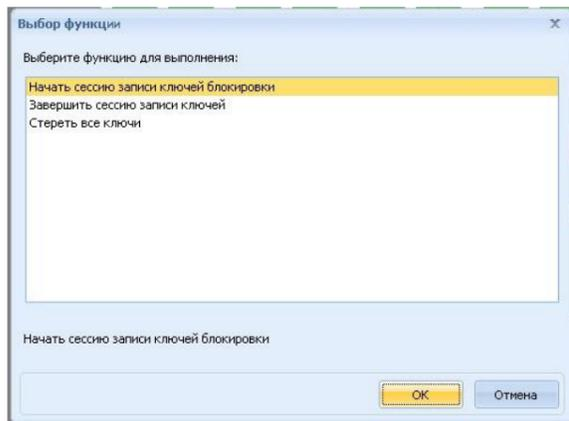

Рисунок 4
- В открывшемся окне (см. рисунок 4), выбрав пункт «Начать сессию записи ключей блокировки», нажать кнопку «ОК», после чего следует поочередно прикладывать ключи к считывателю. Количество записываемых ключей не более 8. Успешная регистрация ключа сопровождается коротким звуковым сигналом. Сообщение в виде длинного звукового сигнала свидетельствует об ошибке записи ключа или о превышении лимита ключей.